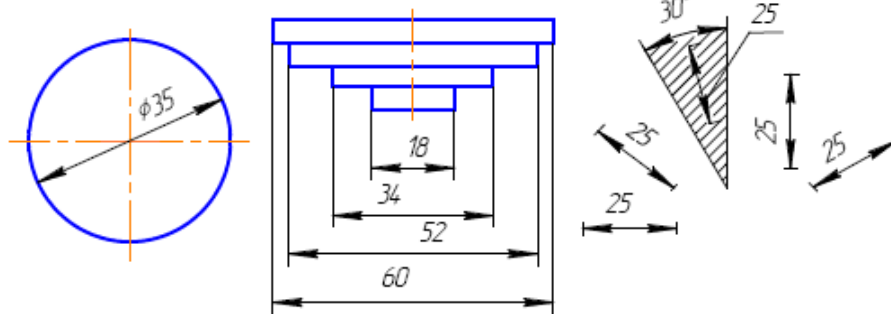

Рис. 6
7. Размерные числа наносят над размерной линией возможно ближе к ее середине. При нанесении размера диаметра внутри окружности размерные числа смещают относительно середины размерных линий (рис. 6).
8. При большом количестве параллельных или концентричных размерных линий числа смещают относительно середины в шахматном порядке (рис. 6).
9. Размерные числа линейных размеров при различных наклонах размерных линий располагают, как показано на рис. 6. Если необходимо указать размер в заштрихованной зоне, то размерное число наносят на полке линии – выноски.